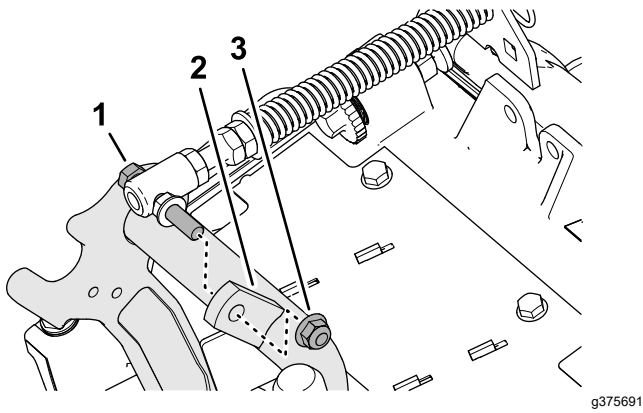

図 9
3. ターフ補正スプリングのキャップスクリューをキャリアフレームの右側タブに固定しているフランジロックナット $\frac{3}{8}$ "を外して、補正スプリングをカッティングユニットから外す 図 9。